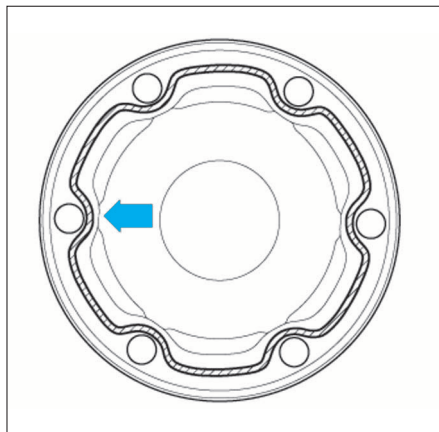

FIG. 9
- Enduire la surface d'appui du couvercle d'un produit d'étanchéité approprié (par exemple VW D 454 300 A2), cordon de Ø 2 à 3 mm (Fig.9).
- Enduire la surface d'appui du soufflet d'un produit d'étanchéité approprié (par exemple VW D 454 300 A2), cordon de Ø 2 à 3 mm (Fig.9).